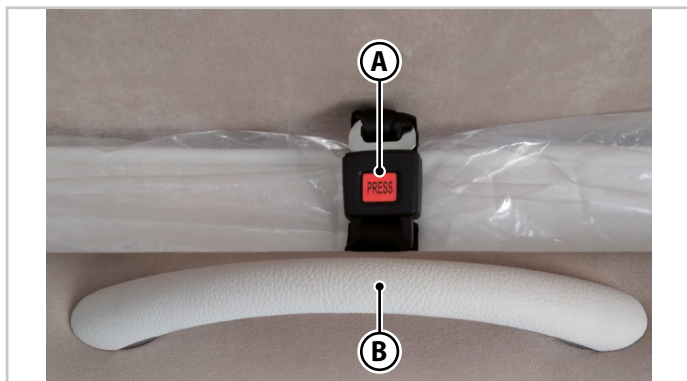

Fig.6.14 - Cama basculante dianteira
1. Desbloquear o dispositivo de segurança (**A** - Fig.6.14).
2. Acionar a respetiva pega de deslocação (**B** - Fig.6.14) e colocar a cama na posição final.
1. Acionar a respetiva pega de deslocação (**B** - Fig.6.14) e colocar a cama na posição final.
2. Voltar a prender a cama com o dispositivo de segurança (**A** - Fig.6.14).